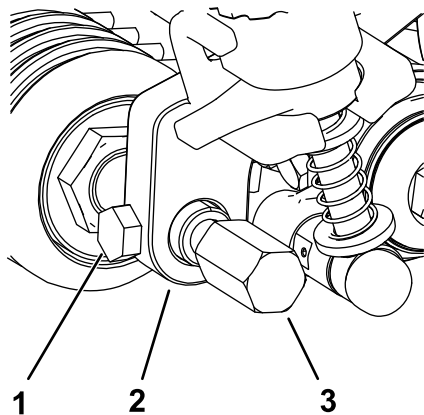

Figura 21
5. Inserite e posizionate l'albero del rullo centrale in mezzo alle staffe dell'altezza di taglio e fissatelo con le 2 viti di montaggio rimosse dalle vecchie staffe dell'altezza di taglio (Figura 21).
6. Collegate le protezioni del groomer a ciascun lato dell'albero del rullo anteriore (Figura 21).